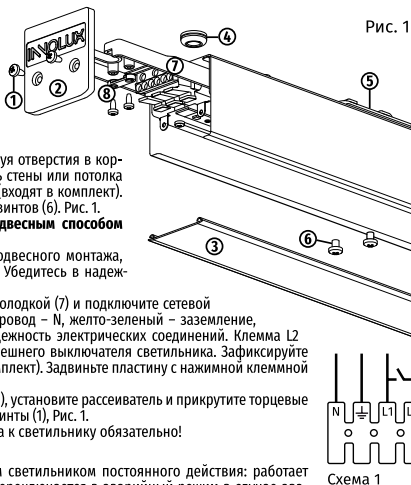

Рис. 1
Наметьте и просверлите два отверстия для установочных скоб (5) на поверхности стены или потолка по месту установки. Расстояние между центрами отверстий указано в Технические характеристики». Установите пластмассовые дюбели из монтажного комплекта в отверстия. Открутите винты (6), которыми закреплены установочные скобы (5), используя отверстия в корпусе светильника. Установите на поверхность стены или потолка установочные скобы (5) при помощи винтов (входят в комплект). Закрепите светильник на скобы при помощи винтов (6). Рис. 1.
Установите на скобы (5) 2 комплекта для подвесного монтажа, приобретаются отдельно (артикул – 96 579). Убедитесь в надежности подвеса, Рис. 1.
3. Выдвиньте пластину с нажимной клеммной колодкой (7) и подключите сетевой провод в соответствии со схемой 1. Синий провод – N, желто-зеленый – заземление, белый – L1, коричневый – L2. Проверьте надежность электрических соединений. Клемма L2 предназначена для реализации вкл/выкл внешнего выключателя светильника. Зафиксируйте провод зажимом и шурупами (8) (входят в комплект). Задвиньте пластину с нажимной клеммной колодкой, Рис. 1.
4. Отрежьте необходимую длину рассеивателя (3), установите рассеиватель и прикрутите торцевые крышки (2) к корпусу, используя монтажные винты (1), Рис. 1.
1. Выдвиньте пластины с нажимной клеммной колодкой (7) и подключите коннекторы из монтажного комплекта, Рис. 1.
2. Закрепите соединительные скобы из KC-01-1-ДСО-06 в светильник винтами (входят в комплект), задвиньте пластины с нажимной клеммной колодкой (7) и закрепите соединительные скобы в другом светильнике.
2. Введите сетевой провод в корпус через уплотняющее отверстие (4), Рис. 1.